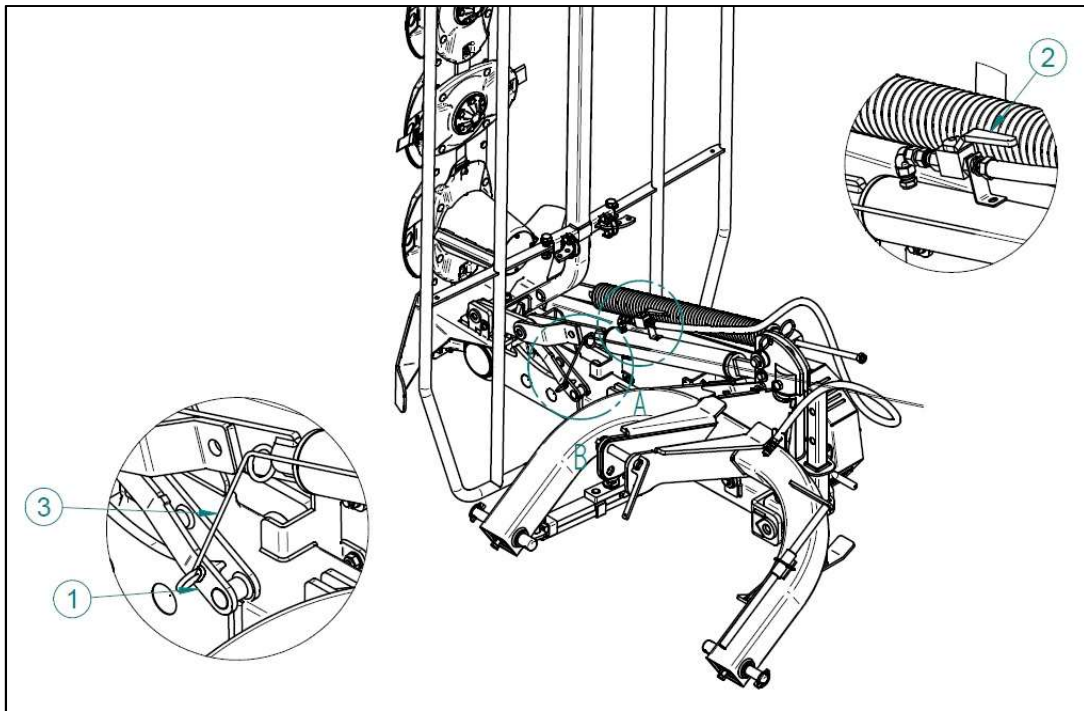

Рис. 9 Транспортное положение
1. В транспортном положении А необходимо зафиксировать защелку (1) Рис.9 при подъеме вверх и закрыть клапан (2) на цилиндре.